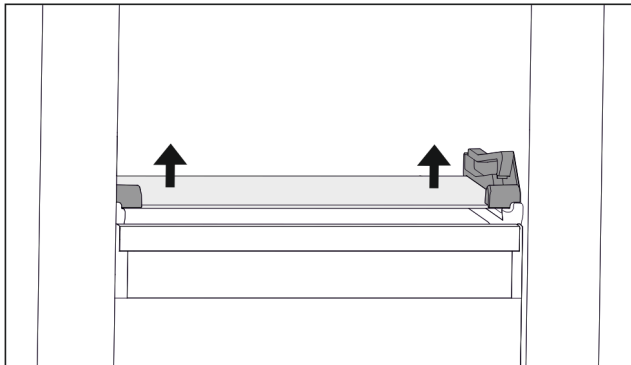

Fig. 72 Скляна пластина відкидного висувного ящика
- ▶ Скляну пластину натиснути з обох боків знизу вгору. (див. Fig. 72)